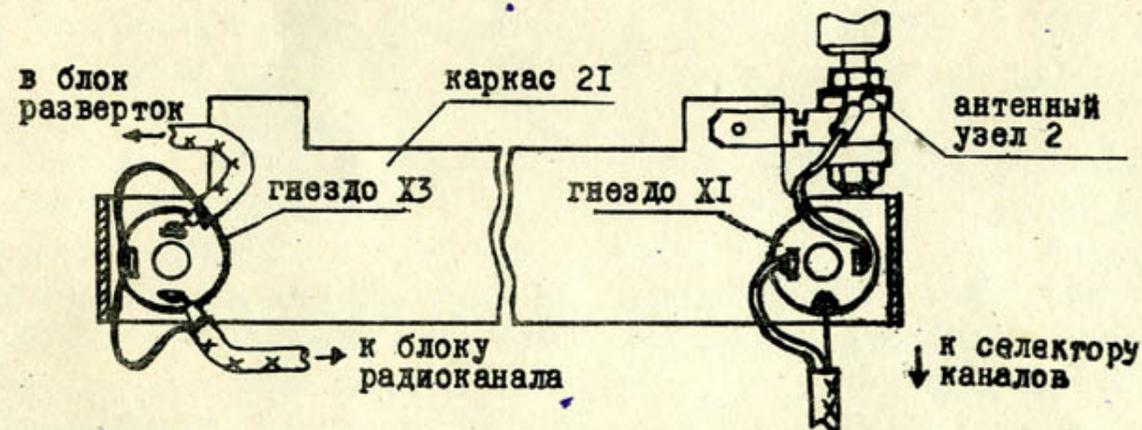

Рис.7. Монтаж гнезд и антенного узла
- подготовь два экранированных проводника по 10 см и распаяй их на гнездо X3, как показано на рис.7;
- к антенному гнезду XI подпаяй входной кабель селектора каналов V1 и антенный узел в соответствии с рис.4 и рис.7;